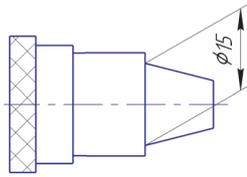

Рис. 3.9-1
3. Задать точки начала выносных линий, как показано на рис. 3.9-1, в размерном тексте к числу 15 добавить знак диаметра \varnothing . Нажать кнопку , чтобы закрыть окно с символами.